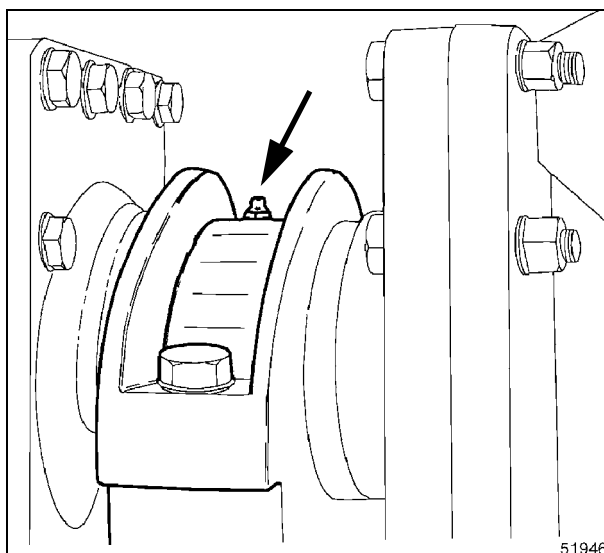
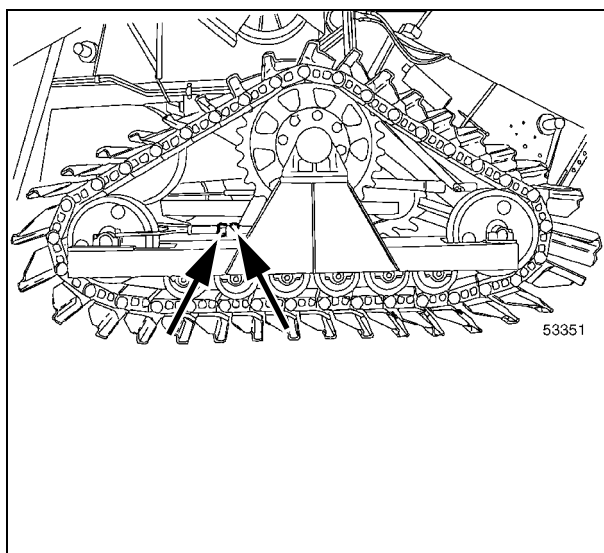

Рис. 25
Рис. 26
20.) ГУСЕНИЦЫ - Рис. 25 и Рис. 26